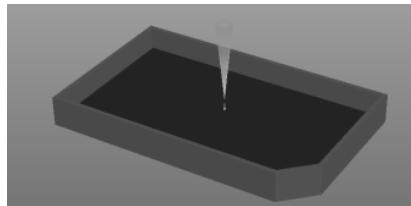

图 6-49 屏蔽罩 3D 效果图
(5) 切换到 3D 视图，即可查看到所绘制的屏蔽罩 3D 效果图，如图 6-49 所示。